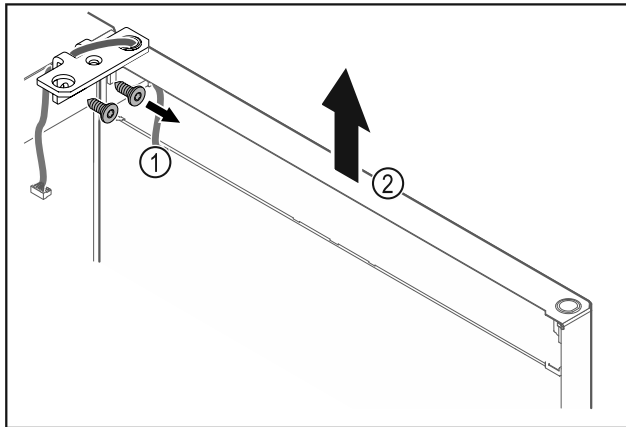

Fig. 26
- ▶ Отвинтите шарнирные уголки Fig. 26 (1).
- ▶ Дверь вместе с шарнирными уголками поднимите строго вертикально вверх Fig. 26 (2) приблизительно на 200 мм и снимите.